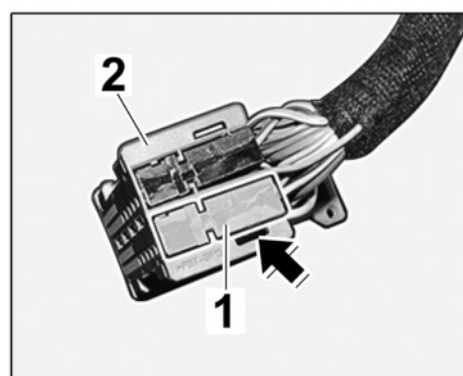

Bild 22
- 3.10.4 Graues Buchsengehäuse $\Rightarrow$ *Bild 22 -1-* in Steckerträger (Codierung Blau) $\Rightarrow$ *Bild 22 -2-* schieben bis Verriegelung $\Rightarrow$ *Bild 22 -Pfeil-* einrastet.